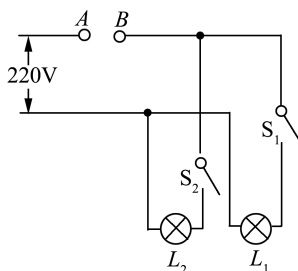

图 1-14 电路图
6. 图 1-14 是刚安装的家庭电路的电路图。电工师傅为了检验电路是否出现短路,在准备接入保险丝的 A 、 B 两点间先接入一盏“PZ200-15”的检验灯。